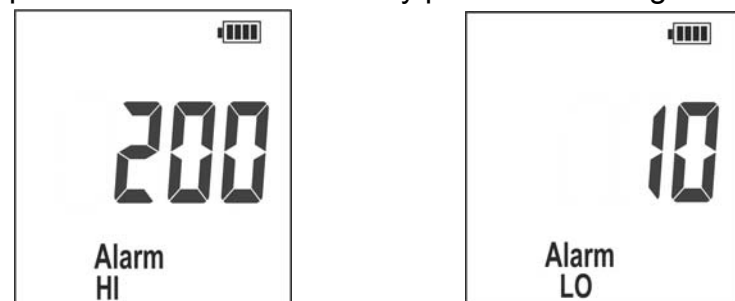

Fig. 11: Activación función alarmas HIGH y LOW
17. Pulse la tecla **J** para confirmar la configuración del umbral HIGH y pasar al umbral LOW (vea la Fig. 11 – parte derecha)